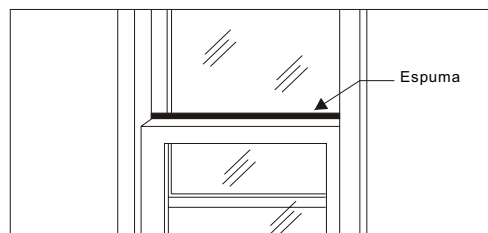

Fig. 13
A. Corte la espuma para que quepa en la abertura entre la parte superior del interior y exterior de la ventana. Vea la (Fig. 13).